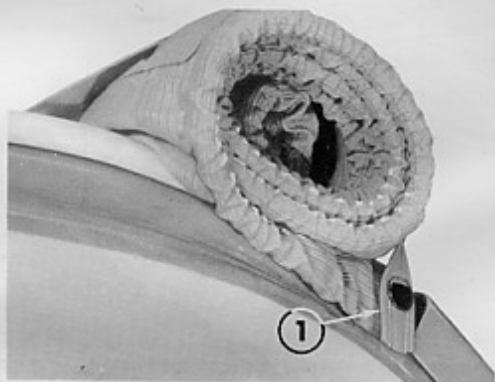
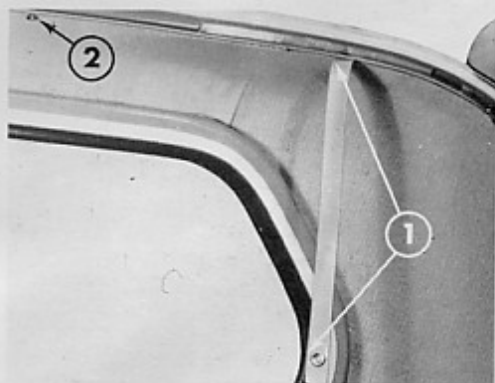

Fig. 29-Apertura totale della cappotta
Fig. 28-Apertura totale della cappotta
- Liberare le staffe (fig. 28 - rif. 1) dai rispettivi attacchi (rif. 2) e fissare la cappotta avvolta, tramite le staffe e i bottoni a pressione (fig. 29 - rif. 1).